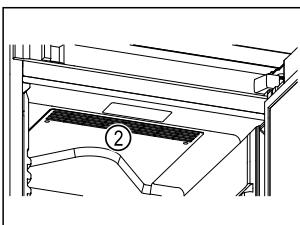

Fig. 60
- Udržiavajte volné vetracie štrbinu Fig. 60 (2) cirkulačného ventilátora vo vnútornom priestore.